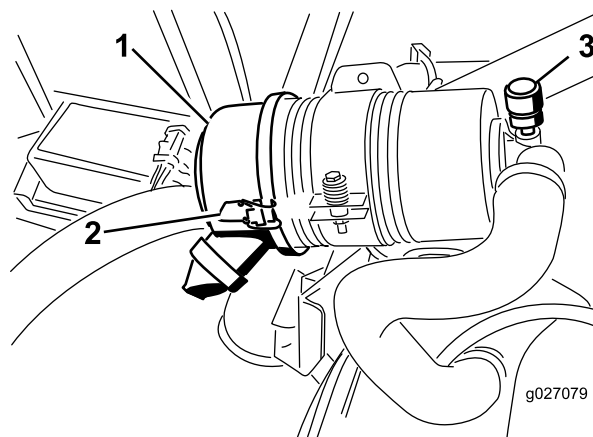

Рисунок 51
Обслуживание фильтра воздухоочистителя следует производить только после покраснения индикатора необходимости обслуживания (Рисунок 51). Замена воздушного фильтра без необходимости ведет лишь к повышению вероятности попадания грязи в двигатель при извлечении фильтра.
1. Отпустите защелки, фиксирующие крышку воздухоочистителя на его корпусе (Рисунок 51).